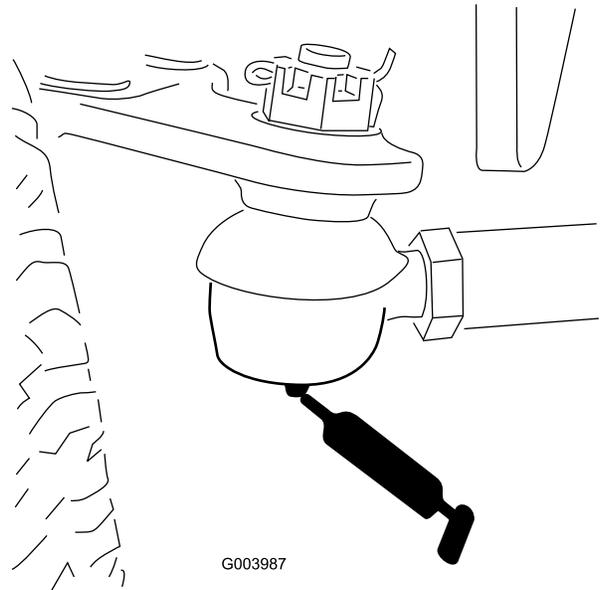

Рисунок 50
- Тяги заднего моста (2 шт.) (Рисунок 50)